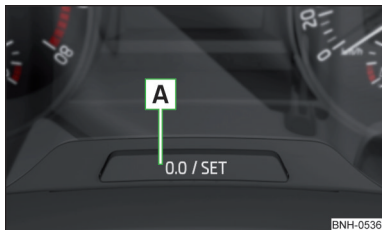

Abb. 22
Die Taste **A** » Abb. 22 auf Seite 38 antippen.
- Die Taste **A** » Abb. 22 gedrückt halten, bis im Display der Menüpunkt **Uhrzeit** angezeigt wird.